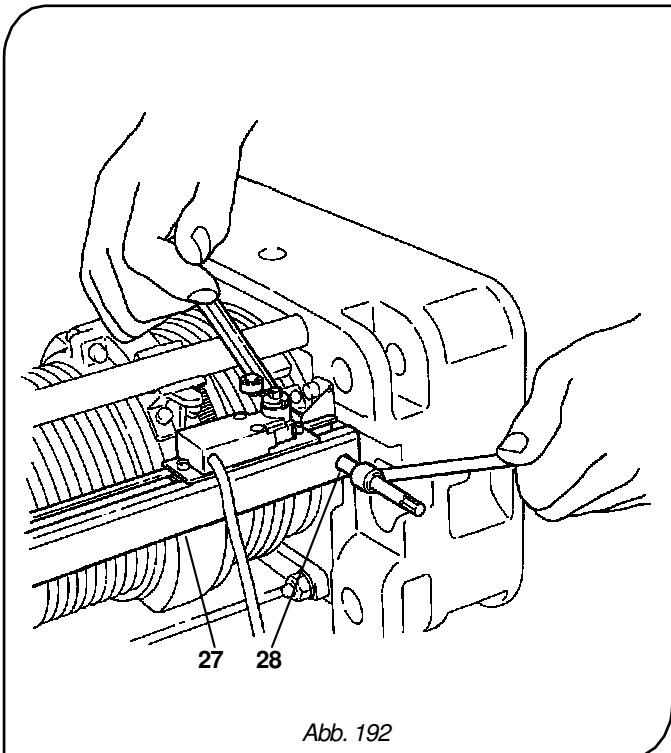

Abb. 192
7. Montieren Sie die Endschalterblende **-27-** ab, indem Sie die entsprechenden Schrauben **-28-** entfernen. Achten Sie darauf, die Endschalter nicht abzustecken und ihre Einstellung nicht zu verändern (Abb. 192).